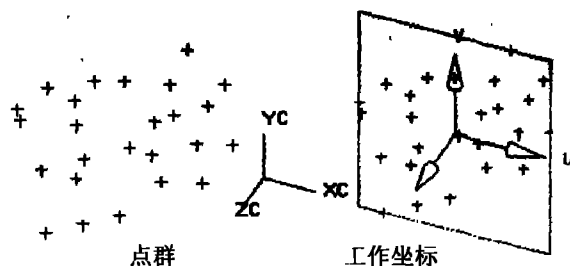

图 1.21 指定工作坐标系
- **WCS(工作坐标):** 将当前的工作坐标作为选择点的坐标轴, 如图 1.21 所示。